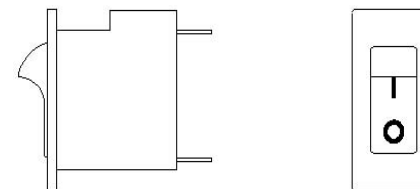

Fig. 5
Le "SiriMix" est une machine très simple du point de vue des commandes. Il est équipé d'un interrupteur général auto-déclenchant, qui une fois placé en position "1" livre courant au moteur et par conséquent valide la rotation de la pale. Pour arrêter le moteur il suffit de replacer le bouton dans la position initiale "0" (Fig.5).
- placer le bouton dans la position "1" pour démarrer le moteur (Fig. 5);